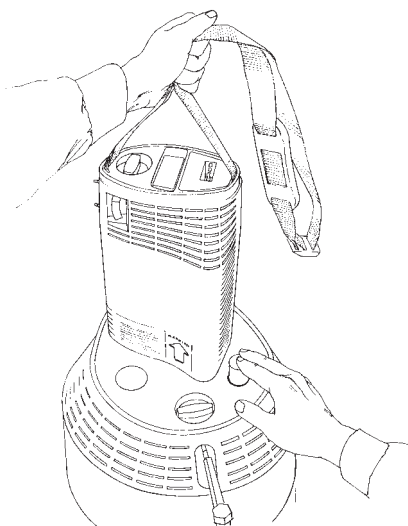

Abbildung 12
8. Nehmen Sie das tragbare Gerät von der Versorgungseinheit ab, indem Sie den Tragegurt oberhalb des Geräts halten und die Freigabetaste drücken (siehe Abb. 12). Halten Sie das tragbare Companion-Gerät während des Abnehmens von der Versorgungseinheit immer mit einer Hand fest. Sollten sich die Geräte nicht leicht voneinander lösen lassen, so sind sie möglicherweise eingefroren. WENDEN SIE KEINE GEWALT AN. Warten Sie einfach ein paar Augenblicke, bis sich die gefrorenen Teile erwärmt haben und sich voneinander trennen lassen.